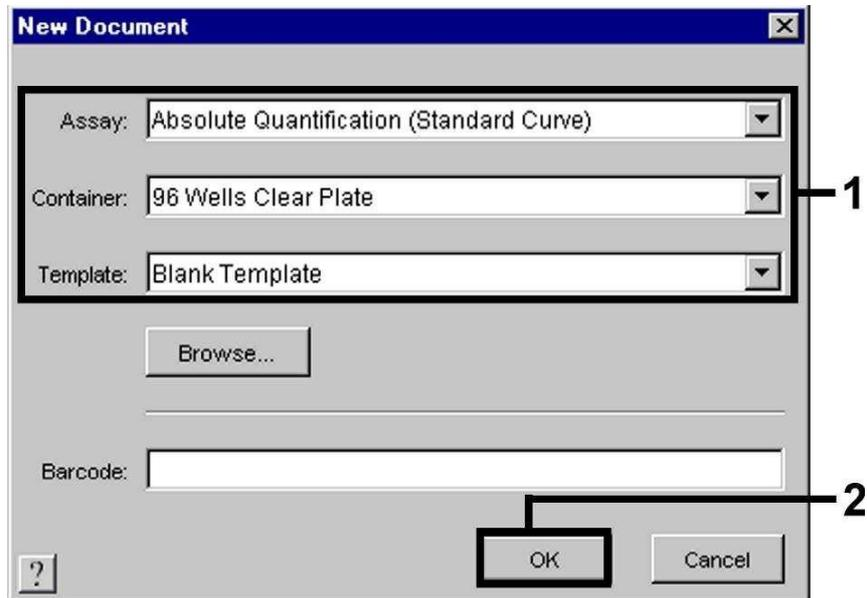

Abb. 16: Voreinstellungen bei der Erstellung eines neuen PCR-Laufs (*New Document*).
Wählen Sie auf dem *ABI PRISM 7900HT SDS* den unter *File* befindlichen Menüpunkt *New* an und stellen Sie für das neue Dokument die folgenden Grundeinstellungen ein (siehe Abb. 16). Ein zuvor abgespeichertes Template (*ABI PRISM SDS Template Document [\* .sdt]*) steht Ihnen in der *Template*- Liste oder durch Auswahl mittels *Browse*-Funktion zur Verfügung (siehe 8.5.3.5 *Speichern des PCR-Laufs*). Bestätigen Sie Ihre Eingaben (OK).